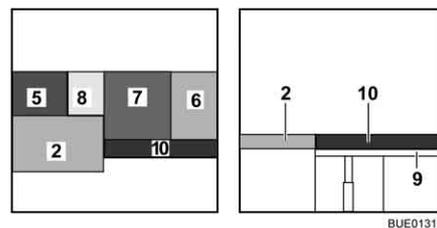

Fig. 138 Después de la transformación
- Enganchar el ensanchamiento de cama (Fig. 138,9) en los alojamientos en los baúles-banco.
- Colocar el cojín adicional (Fig. 138,10) sobre el ensanchamiento de cama.